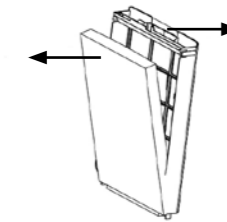

Abbildung 5
2. Trennen Sie das Wasserpad vom Filter, siehe Abbildung 5.